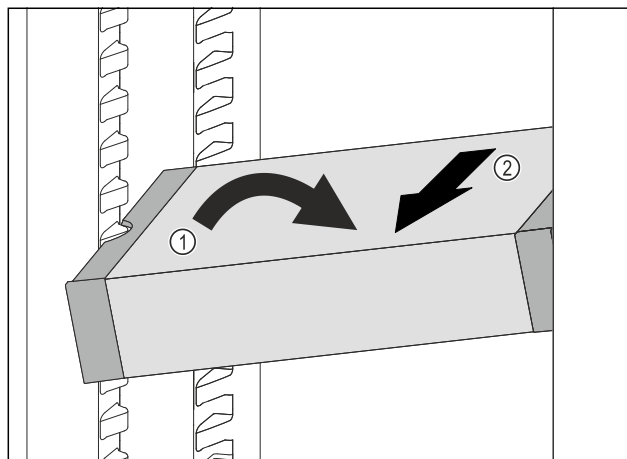

Fig. 128
- ▶ VarioSafe postavte v chladničce šikmo. Fig. 128 (1)
- ▶ VarioSafe odeberte směrem dopředu. Fig. 128 (2)